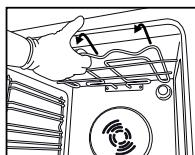
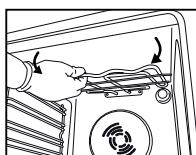

Fig. 4
Fig. 5
- 2.** Estrarre leggermente la resistenza (Fig. 4) e abbassarla (Fig. 5).